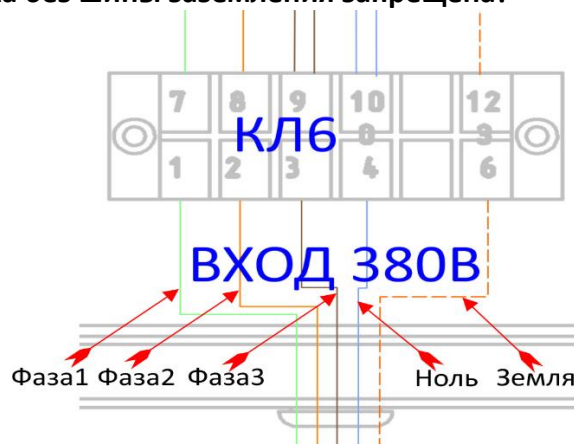

Рис. 3
3. Подсоединить 3 фазы провода 380В к клемме КЛ6, Ноль к контакту 4 и Землю к контакту 6 клеммы КЛ6 (см. Рис. 3).